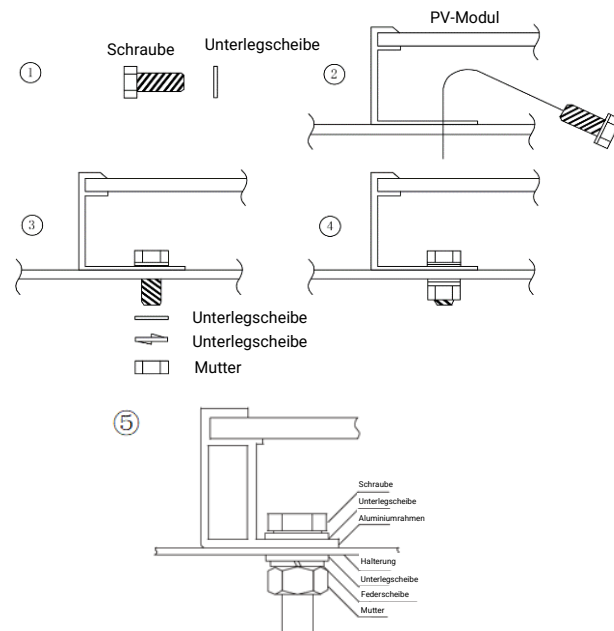

Abbildung 3
- Das Verfahren und die Spezifikationen der Befestigungsteile sind in **Abbildung 3** dargestellt: